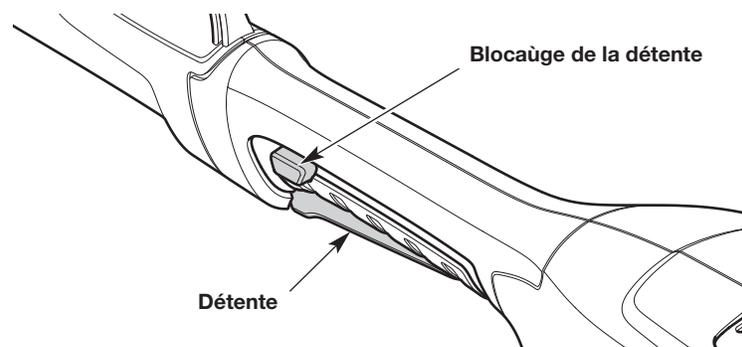

Fig. 10
1. Appuyer sur le blocage de la détente et le maintenir enfoncé (Fig. 10).
2. Maintenir le blocage de la détente enfoncé. Presser et maintenir la détente enfoncée pour démarrer l'appareil (Fig. 10).
- Relâchez la détente (Fig. 10).